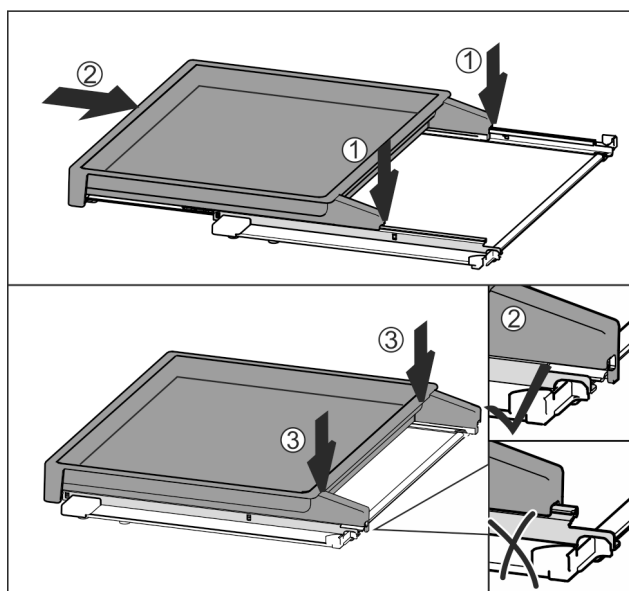

Fig. 134
- Appoggiare centralmente sulle guide Fig. 134 (1).
- Spingere completamente il ripiano estraibile Fig. 134 (2).
- Premere sul lato posteriore fino ad avvertire l'innesto Fig. 134 (3).